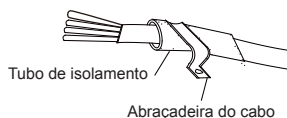

Fig. 38
(3). Como fixar o cabo de ligação e o cabo de alimentação com uma abraçadeira de cabo. Após passar o cabo de ligação, aperte-o com a abraçadeira de cabo (Fig. 38).